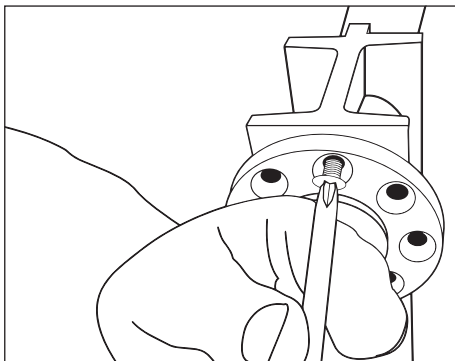

FIGURE 6
1. Dévisser et retirer les vis de la plaque d'ajustement (Fig. 6).